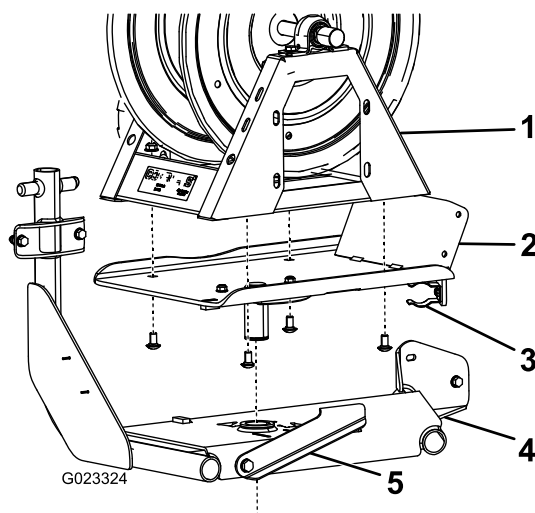

Figura 9
2. Atași placa pivotantă la partea inferioară a tamburului pentru furtun utilizând 4 uruburi de fixare i 4 piulițe cu guler (3/8") (Figura 9).
3. Aezai placa pivotantă în orificiul de pe cadrul tamburului pentru furtun (Figura 9).